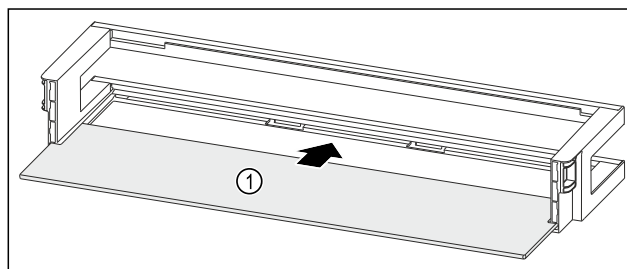

Fig. 215 Balconnet de contre-porte avec tablette de rangement
- Insérer la tablette de rangement Fig. 215 (1) dans les évidements latéraux.